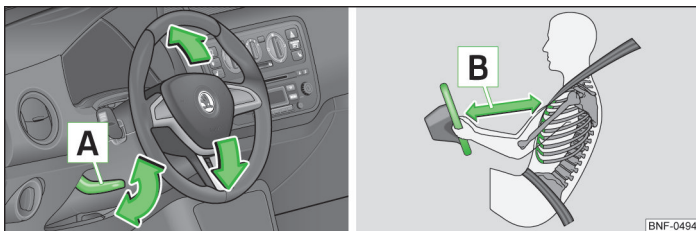

Fig. 68 Indstilleligt rat: Arm under rattet / Sikker afstand til rattet
- Indstil rattet, så afstanden mellem rattet og førerens brystkasse er mindst 25 cm  » Fig. 68 på side 63. Hvis du ikke overholder minimumsafstanden, kan airbagsystemet ikke beskytte, som det skal – livsfare!
- Drej armen **A** » Fig. 68 under rattet nedad.